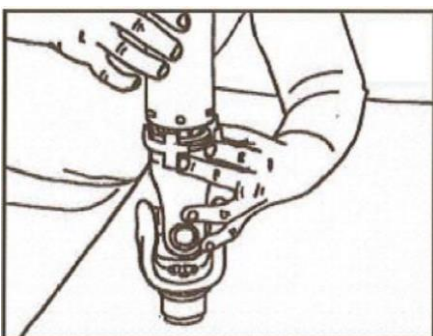

Рис. 78. Установка защитной трубы
- Установите защитную трубу таким образом, чтобы продольные отверстия зашли в выступы торцевого уплотнения (Рис. 78)